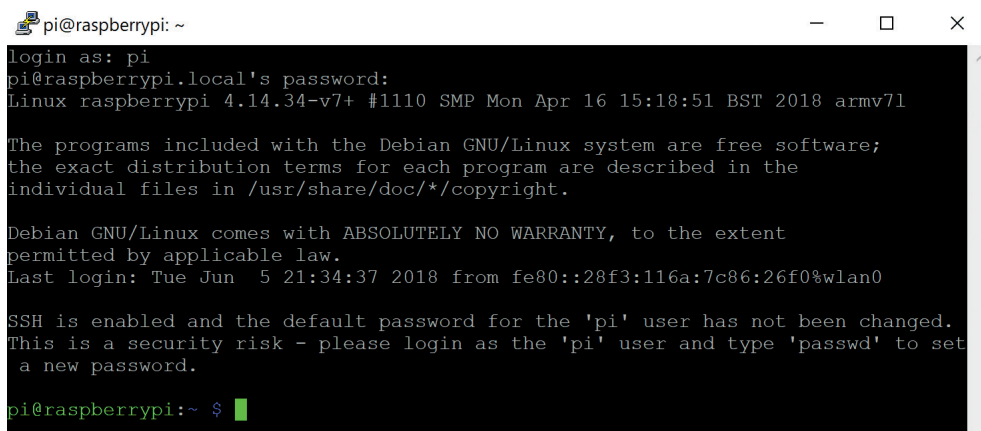

Рис. 4.4. Соединение установлено
3. В поле **Login as** (Войти как) введите `pi`, нажмите **Ввод** и введите пароль `raspberrypi`. После этого вы увидите то, что изображено на рис. 4.4. Это означает, что вы установили соединение с Pi.